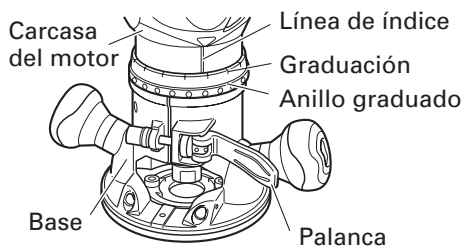

Fig. 5
- (1) Coloque la herramienta sobre una superficie de madera plana.
- (2) Abra la palanca y gire la carcasa del motor hasta que la broca haga un contacto ligero con la superficie plana. (Fig. 5)
(4) Sujetando ligeramente la base, gire la carcasa del motor en el sentido de las agujas del reloj hasta que la línea de índice de la carcasa del motor quede frente a la profundidad deseada indicada en el anillo graduado. (Fig. 5)
(5) Cierre firmemente la palanca.